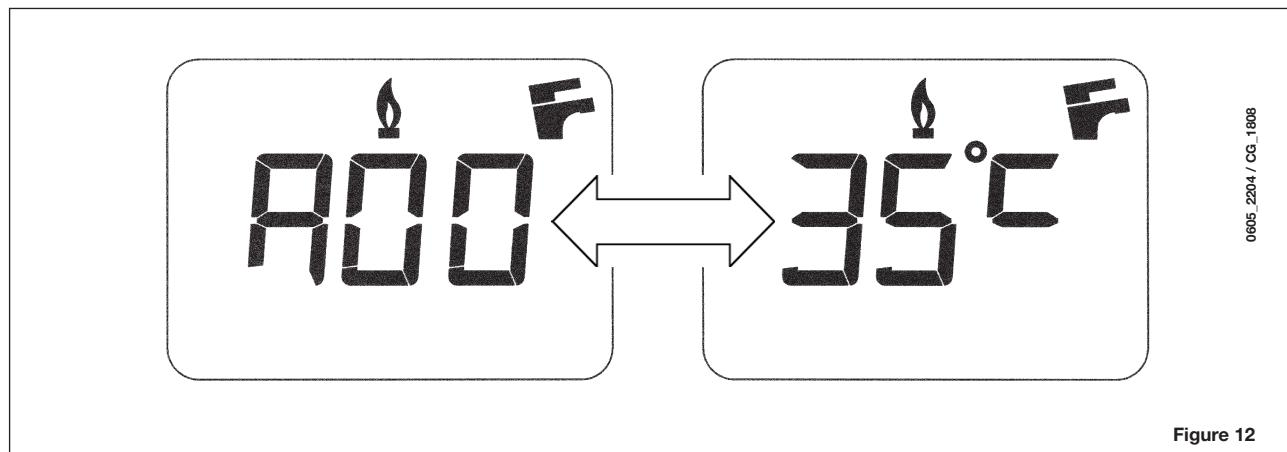

Figure 12
**N.B.: lorsque la fonction “INFO” est activée, le message “A00”, s'affiche à l'écran en alternance avec la température de sortie de la chaudière de livraison (figure 12) :**